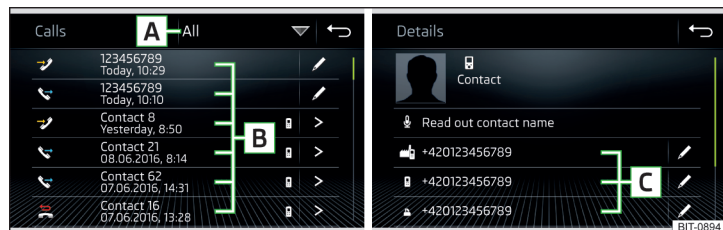

Fig. 156 Elenco chiamate / dettaglio del contatto
- Nel menu principale *Telefono* toccare il tasto funzione  sarà visualizzato un elenco delle chiamate » **fig. 156**.
- > Visualizzazione del dettaglio del contatto » **fig. 156**